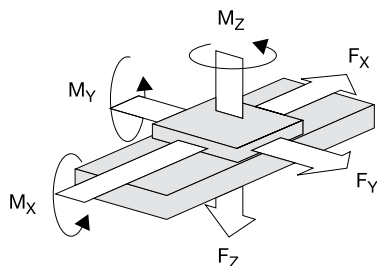

Abbildung 1: Anordnung der Kräfte und Momente
- Alle angreifenden bzw. entstehenden Kräfte/Momente (dynamisch/statisch), (siehe Abbildung 1)